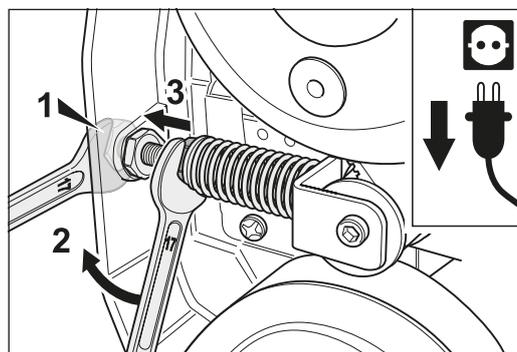

Fig. 38 Desenrosque la tuerca tensora hasta la contratuerca.
- 8 Para destensar el muelle desenrosque la segunda tuerca hasta la contratuerca (Fig. 38).